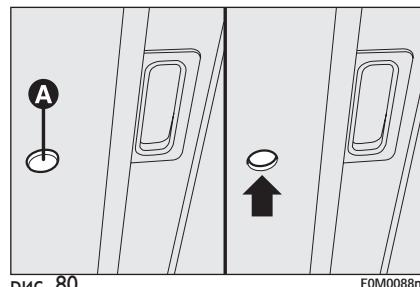

рис. 80
- установите ключ в **A-рис. 80** и поверните его: